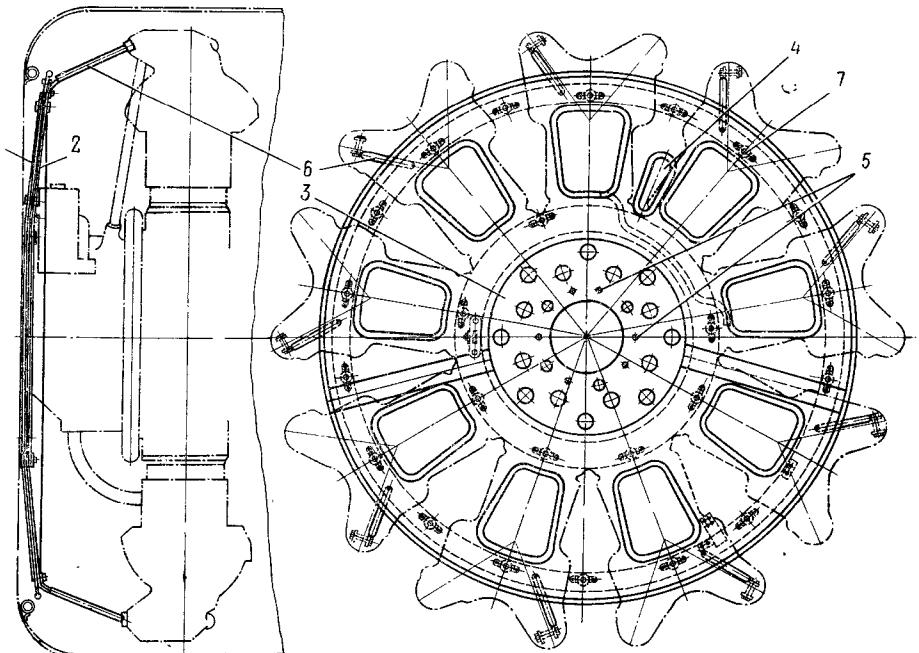

Рис. 11. Жалюзи капота:
5. Установить жалюзи на мотор так, чтобы вырез 4 (рис. 11) в жалюзи совпал с регулятором оборотов, а кронштейны крепления подходили к отверстиям бобышек клапанных коробок цилиндров. Затянуть гайки на редукторе. Если при навертывании гайки болты проворачиваются, значит, они были утоплены. Для устранения этого необходимо, вращая болт, вытянуть его до уровня остальных болтов, тогда грани готового болта попадут на выточку и при затягивании гайки болт вращаться не будет.